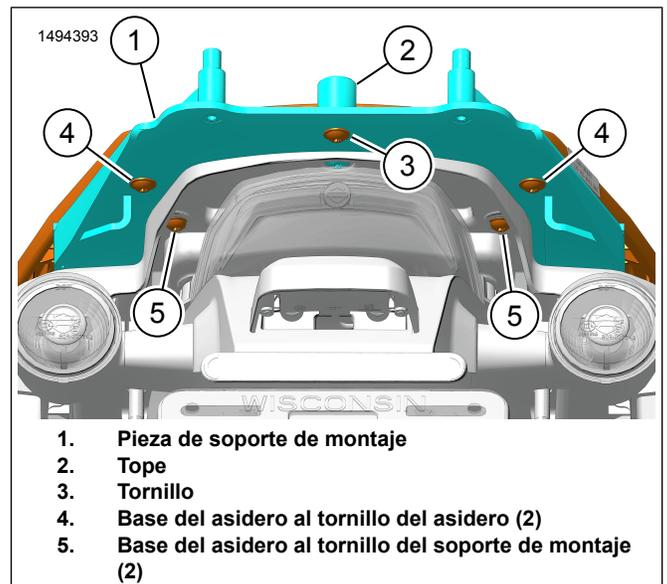
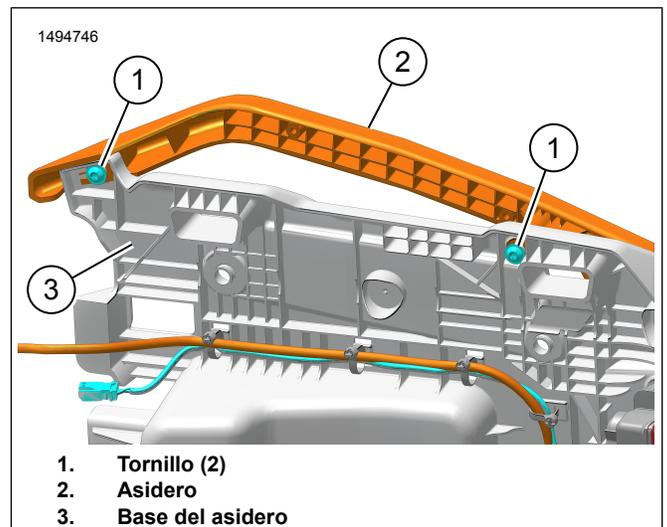

Figura 9. Tornillos de montaje trasero
Figura 10. Asidero
- b. Vea la Figura 9. Instale la base del asidero en los tornillos del soporte de montaje (5). Ajuste.
8. Vea la Figura 10. Instale el asidero(2).
- a. Instale los tornillos (1) en ambos lados, sin apretarlos.
- b. Vea la Figura 9. Instale la base del asidero a los tornillos del asidero (4).